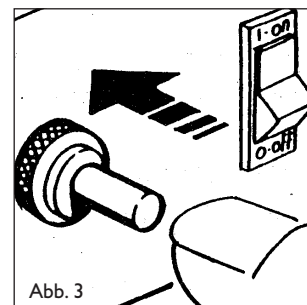

Abb. 3
- Den Knopf des Gasventils drücken und mehrmals auch den der Piezozündung bis der Brenner anspringt. (Abb. 3 - 4)